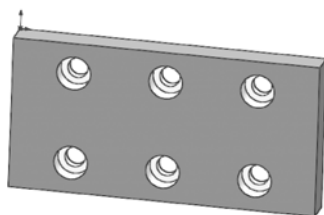

图 5-111 旋转视图后的图形
- (9) 单击右键，在弹出的快捷菜单中选择“旋转视图”命令或按住鼠标中间，绘图区出现图标，旋转视图，将视图以合适的方向显示，旋转视图后的图形如图 5-111 所示。